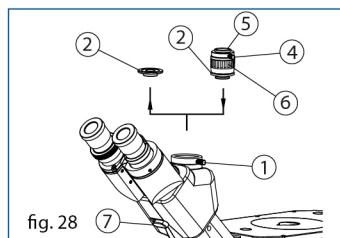

fig. 28
1. (Fig. 28) Afloje el tornillo de bloqueo (1) del tubo fotográfico y retire la tapa (2)
2. Retire ambas tapas del adaptador de montura C (3), coloque el adaptador en el tubo fotográfico y sujetelo con el tornillo (1)
3. Fijar la cámara al soporte C (5)
4. Ajuste la imagen mientras mira a través de los oculares, luego tire de la palanca de la trayectoria de luz (7) hacia la izquierda. Ahora puede ver la imagen producida por la cámara. Si no está clara, puede ajustar la longitud del adaptador de montura C (6) hasta que la imagen esté enfocada